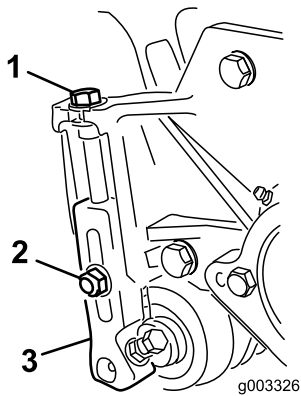

图8
3. 松开将剪草高度支架固定到滚刀组侧板上的锁紧螺母 图8。